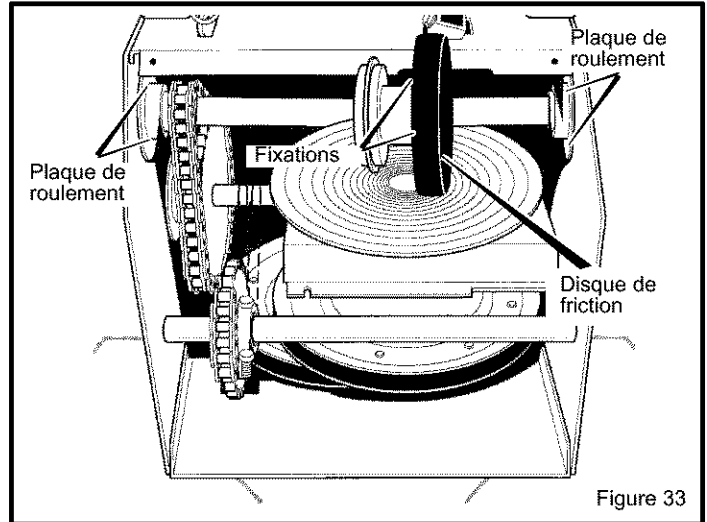

Figure 33
5. Déposer les fixations du disque de friction sur le moyeu et les mettre de côté (voir Figure 33).